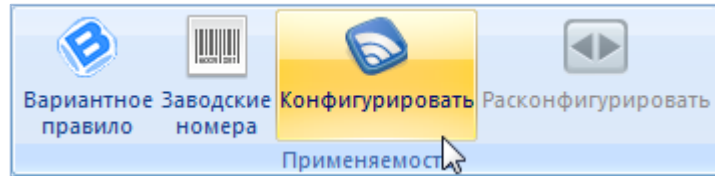

Рис. 13-111 – Запуск окна «Выбор конфигурации»
1) Нажать кнопку «Конфигурировать» панели «Применяемость» в рабочем окне «Логистическая структура» (рис. 13-111).